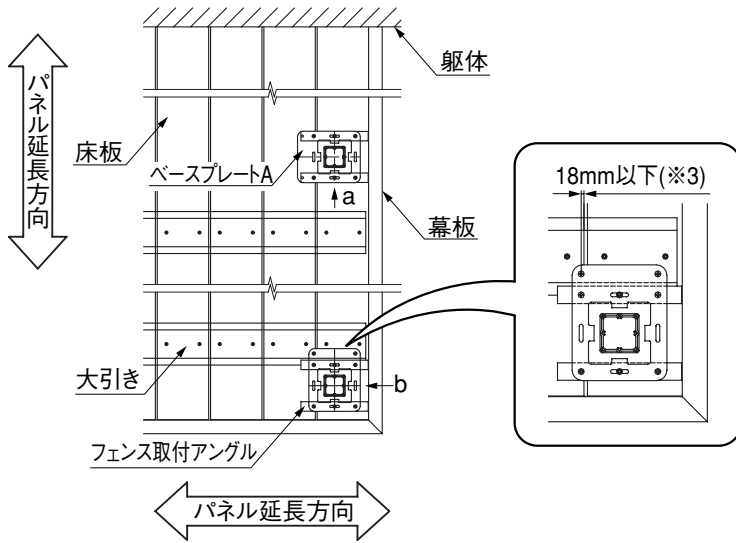

図4-1
(図4-1、4-2、4-3参照)
- 図4-1は、フェンスを躯体に向かってデッキの右端に設置する場合を示しています。左端に設置するときは、左右反転しますので注意してください。